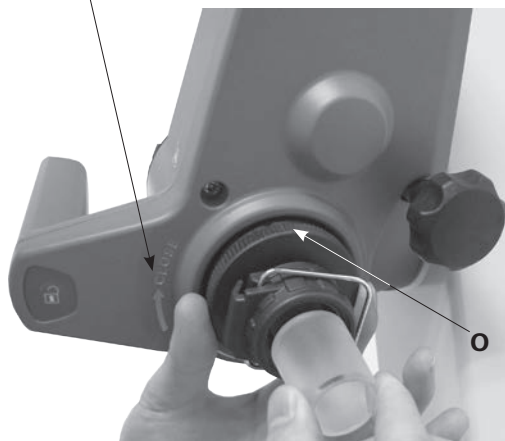

Fig. 14a
- 駆動部のロック装置を (O) を、60°時計回りに開きます。(Fig. 14a)